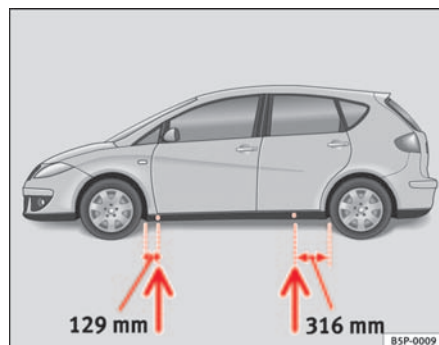

Fig. 167 Pontos de recepção do macaco
- Procure o ponto de recepção na longarina inferior, mais próximo da roda que pretende desmontar ⇒ fig. 167
Na longarina inferior há depressões que marcam os pontos em que o macaco deve ser aplicado, à frente e atrás ⇒ fig. 167. Foi previsto um local em cada roda. O macaco não pode ser aplicado noutros pontos.